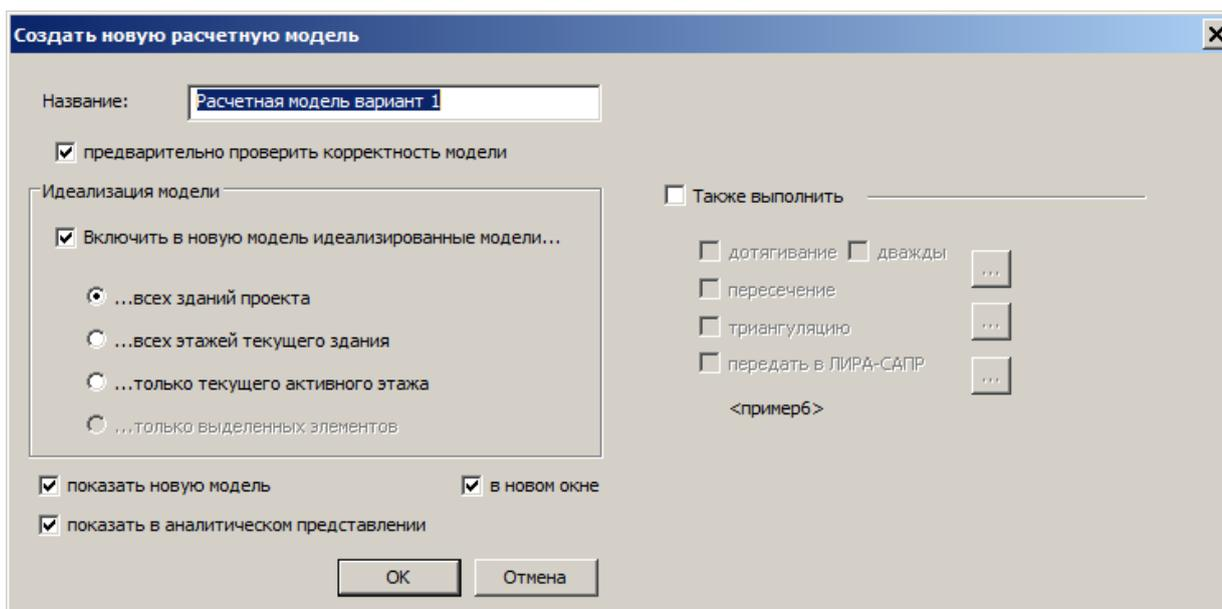

Рис.6.23. Диалоговое окно **Создать новую расчетную модель**
- Вызовите диалоговое окно **Создать новую расчетную модель** (рис.6.23) щелчком по кнопке  - **Расчетная модель** (на вкладке **Аналитика**).